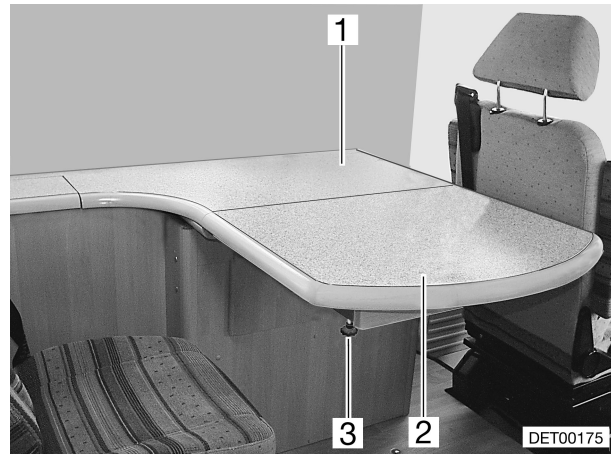

Bild 51 Tisch (Modell I 5830 B)
- Rändelschrauben (Bild 51,3) lösen.
- Tischplatte (Bild 51,2) ausziehen.
- Tischplatte (Bild 51,1) anheben und die darunter liegende Tischplattenverlängerung herausschwenken.
- Tischplattenverlängerung in die Halter der Tischplatte (Bild 51,2) einführen und mit den Rändelschrauben arretieren.
- Tischplatte (Bild 51,1) anheben und die Tischplattenverlängerung unter die Tischplatte schwenken.
- Tischplatte (Bild 51,2) einschieben und mit Rändelschrauben arretieren.